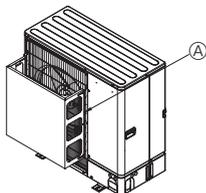

Fig. 2-4
- ② Dacă unitatea este instalată în zone în care vânturile puternice ale unui tifun, etc. pot intra direct în gura de evacuare, instalați un sistem opțional de ghidare a aerului. (Fig. 2-4)